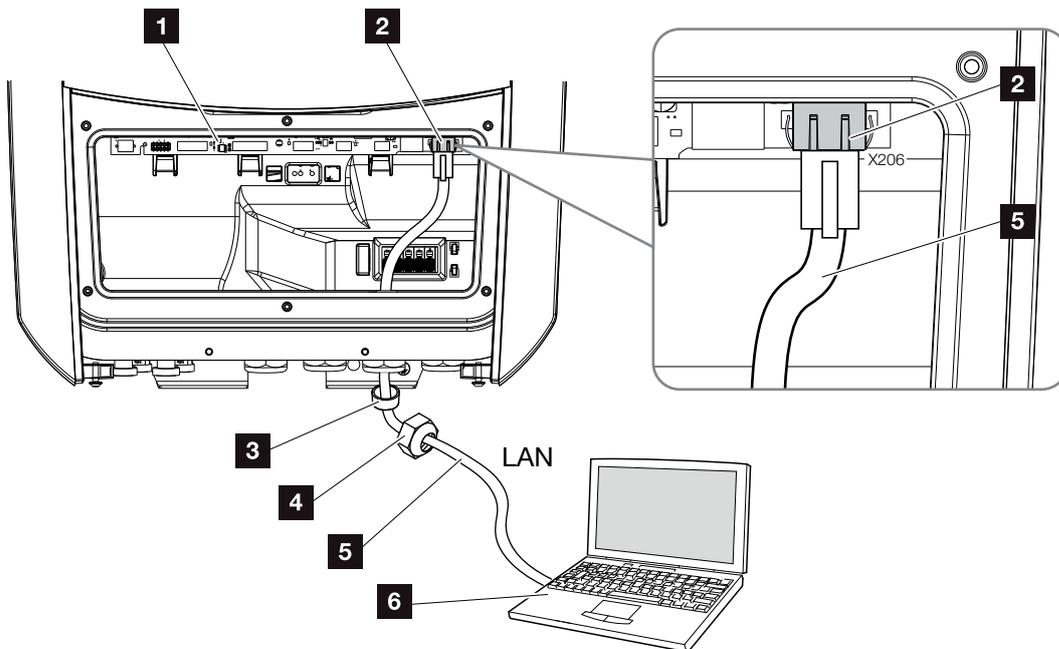

Fig. 32 : Connexion de l'onduleur et de l'ordinateur au moyen d'un câble Ethernet
3. Raccorder le câble Ethernet à l'interface LAN de la carte de communication SCB ( Smart Communication Board).  **Fig. 32, pos. 2**